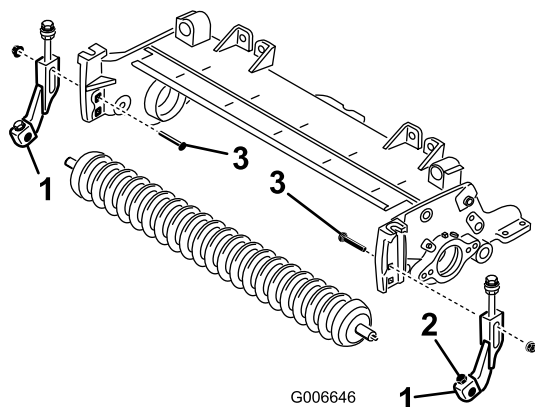

Figura 6
serrare troppo, utilizzando i bulloni a testa tonda tolti in precedenza e due dadi flangiati da 3/8 poll., come illustrato nella figura Figura 6.
11. Centrate il rullo tra le staffe dell'altezza di taglio e bloccatelo sulle staffe con le viti a testa cilindrica e i dadi di bloccaggio (Figura 6).